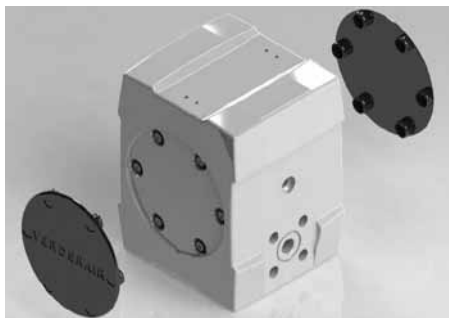

Abbildung 19
Setzen Sie die Unterlegscheiben und die Federringe auf die Zuganker und setzen Sie die Schrauben ein. Ziehen Sie die Muttern kreuzweise fest und befolgen Sie die auf Seite 22 angegebenen Drehmomentwerte. Drücken Sie die Kappen der Seitengehäuse (08) auf die Seitengehäuse (siehe Abbildung 19).